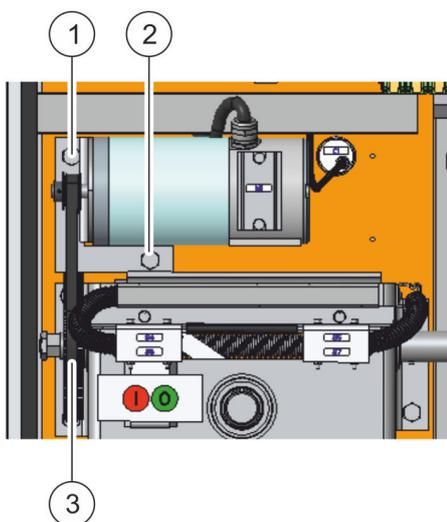

Abb. 33: Motorbefestigung lösen
6. ▶ Motorbefestigung (Abb. 33/1 und 2) lösen.
Obere Schraube (Abb. 33/1) entfernen, die untere (Abb. 33/2) gelockert lassen, aber nicht entfernen.
7. ▶ Zahnriemen (Abb. 33/3) abnehmen.
8. ▶ Untere Motorbefestigungsschraube (Abb. 33/2) entfernen, danach Motor entfernen.
11. ▶ Motor zunächst nur mit der unteren Schraube (Abb. 33/2) auf der Montageplatte locker befestigen.
13. ▶ Obere Schraube der Motorhalterung (Abb. 33/1) wieder einsetzen.
15. ▶ Motor parallel zum Getriebe ausrichten. Dabei den Zahnriemen (Abb. 33/3) so weit vorspannen, bis er straff sitzt.
16. ▶ Beide Schrauben der Motorhalterung (Abb. 33/1 und 2) festziehen (Anziehdrehmoment 12 – 16 Nm).